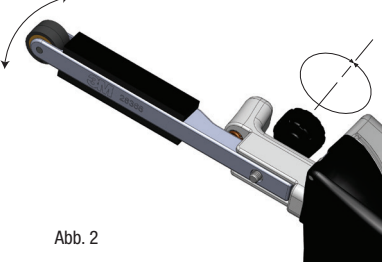

Abb. 2
1. Drehen Sie den Führungsknopf bei laufendem Werkzeug nach links oder nach rechts, so dass das Schleifband mittig über das Rad den Kontaktarms läuft. (Siehe Abb. 2.)